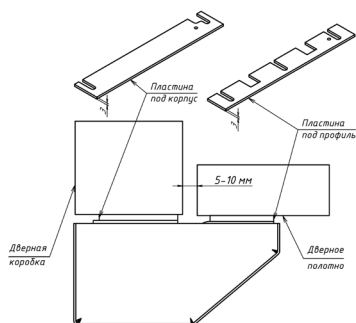

Рисунок 2 – Установка выравнивающих пластин под корпус и якорь
- пластина под профиль (рисунок 2)-1 шт.
- пластина под корпус (рисунок 2)-1 шт.
- саморез 5,5x32 (1)-5 шт.
- винт M6x16 (2)-1 шт.
- винт M3x4 (3)-4 шт.
- гайка M4 (4)-4 шт.
- шайба 4 65Г (5)-4 шт.
- шайба 4 (6)-4 шт.
- шайба 6 (7)-3 шт.
5.4 Закрепить корпус замка на коробке двери саморезами (1). Закрепить Z-профиль на створке двери саморезами (1). Закрепить на Z-профиле якорь с пружиной винтом (2). Для совмещения рабочих поверхностей корпуса и якоря могут быть использованы выравнивающие пластины (рисунок 2). После регулировки правильного положения замка затянуть крепежные саморезы.